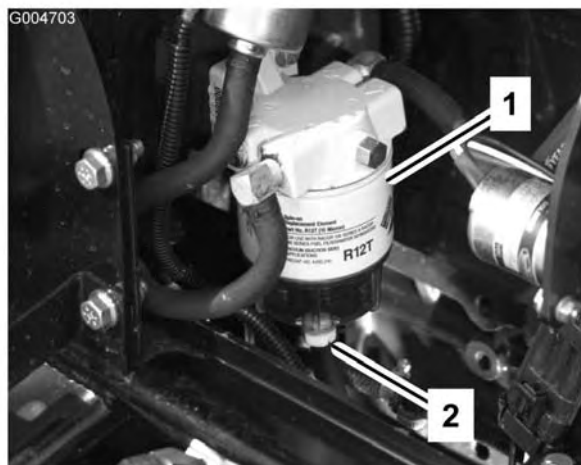

Figura 50
Drene el agua y otros contaminantes del separador de agua (Figura 50) a diario.
2. Afloje el tapón de vaciado en la parte inferior del cartucho del filtro (Figura 50). Apriete el tapón después del vaciado.